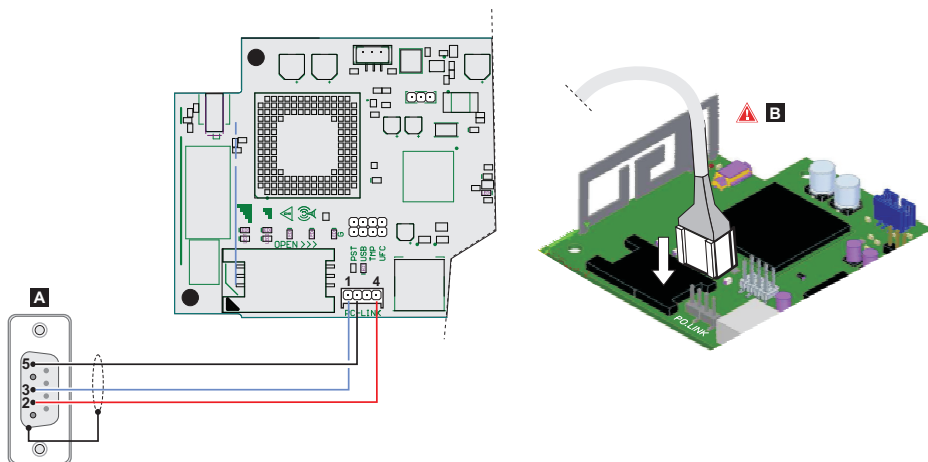

Figura 7 – Schema di collegamento del cavo PC-Link: **A)** connettore RS-232 femmina, lato saldature **B)** inserire il cavo PC-Link nel modo corretto.
1. Collegare la porta seriale PC-LINK del comunicatore ad una porta seriale RS232 libera del PC, tramite il cavo PC-LINK (opzionale), come mostrato in Figura 7.